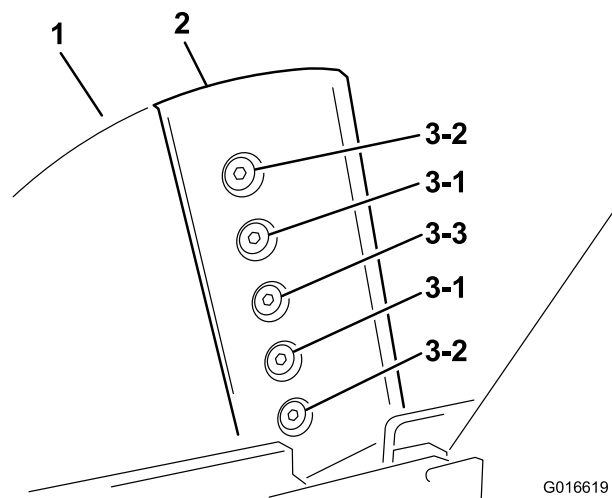

Figura 29
2. Gire el volante con un palo hasta que los pernos y las contratueras que sujetan las cuchillas al volante estén accesibles (Figura 29).
5. Apriete primero los pernos y las tuercas del centro, luego los tornillos y tuercas exteriores, y por último, apriete los pernos y tuercas interiores. Consulte la secuencia de apriete (Figura 29).